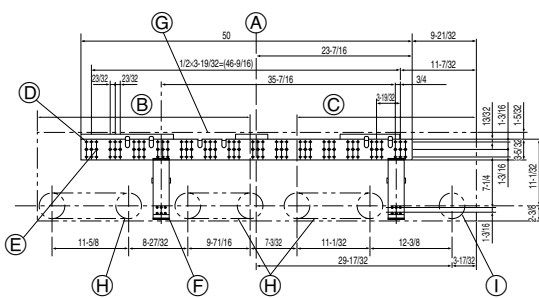

Fig. 3-2
⑦ - ⑨ se guardan en una sección recortada del material de embalaje (poliestireno).
3.2. Instalación del soporte de montaje en la pared (Fig. 3-2)